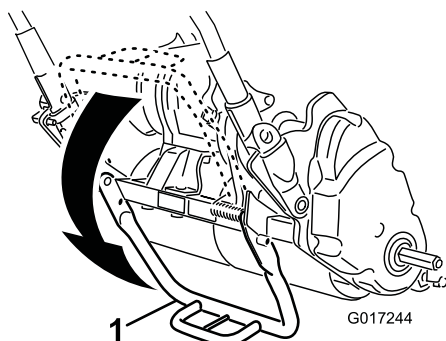

图17
1. 用脚踩下支架，向上拉起手柄支架，直至支架向前旋转并通过中心位置（图17）。